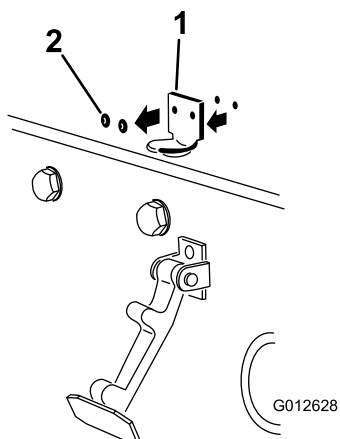

Figura 8
2. Retire os dois rebites que prendem o suporte do trinco ao capot (Figura 8).